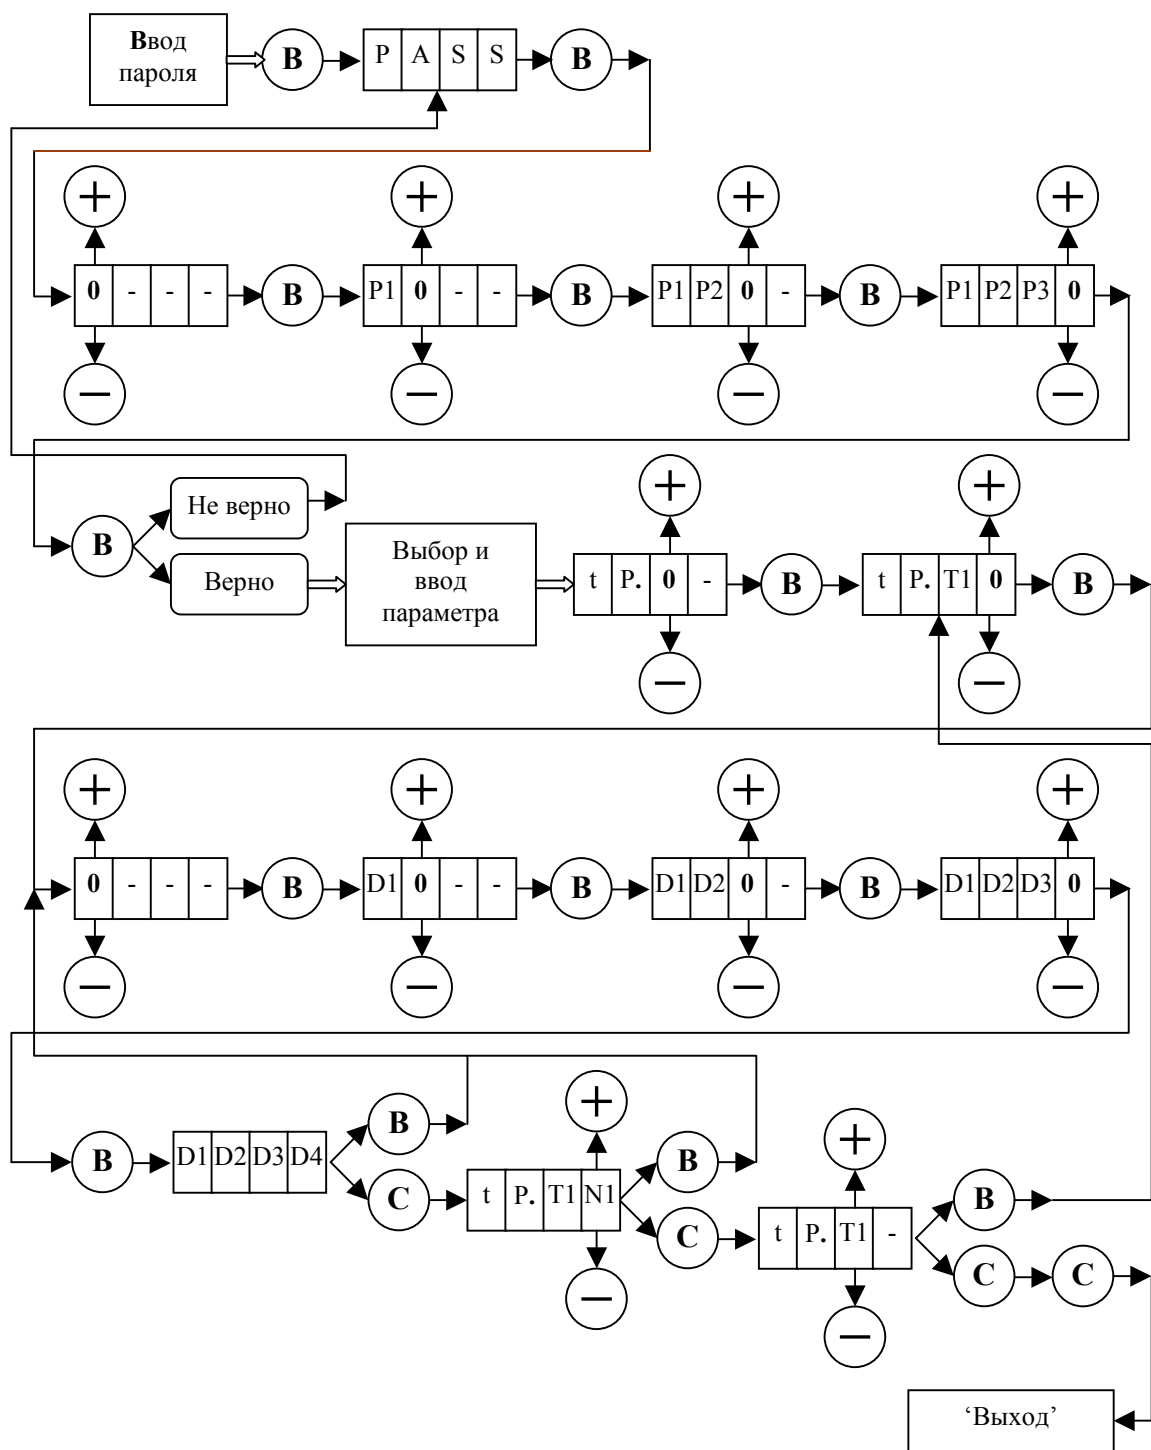

Рис. 3. Ввод параметров с помощью клавиатуры.
- **Е0L** – переезд зоны полного открытия (**С0, рис.3**) или полного закрытия (**С9, рис.3**). *Синхронизация* в этом случае выключается. Ошибка сбрасывается при смене кода направления движения. При повторном неоднократном возникновении данной ошибки нужно провести **измерение проема**, если затем эта ошибка все равно будет возникать, необходимо проверить механику привода.
3.5.7.3. На **рис. 3** изображена диаграмма ввода параметров с помощью клавиатуры, где кружки с соответствующими надписями обозначают кнопки клавиатуры, причем буква **В** обозначает **ВВОД**, а буква **С** – **СБРОС**.